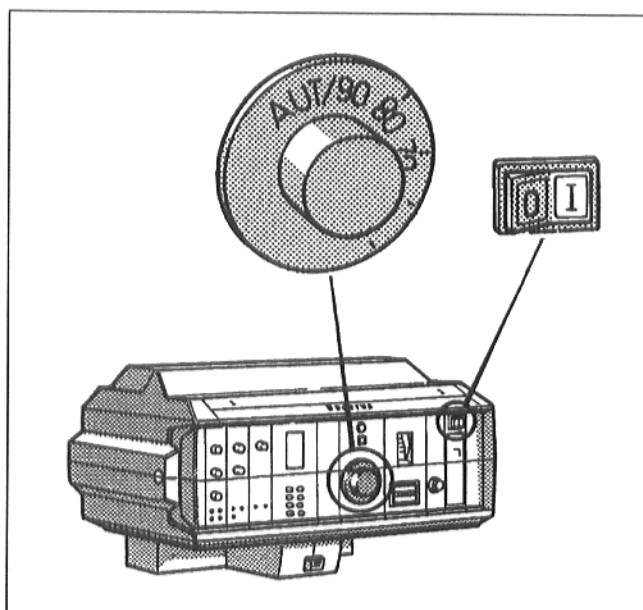

Рис. 2: Ввод в эксплуатацию газовой горелки
- Установить переключатель режима работы (рис. 2) на поз. I (ВКЛ.)
- Установить регулятор температуры котельной воды (рис. 2) на желаемую температуру. У "Ecomatic-регулятора" установить на "AUT".
- Установить переключатель режима работы (рис. 2) на поз. 0 "ВЫКЛ".